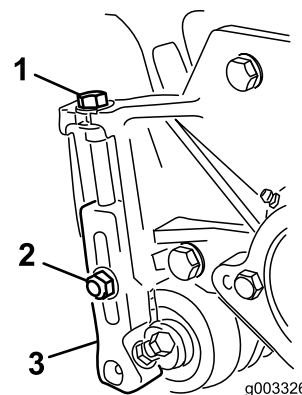

Figura 11
3. Afloje las contratuercas que fijan los soportes de altura de corte a las chapas laterales de la unidad de corte (Figura 11).